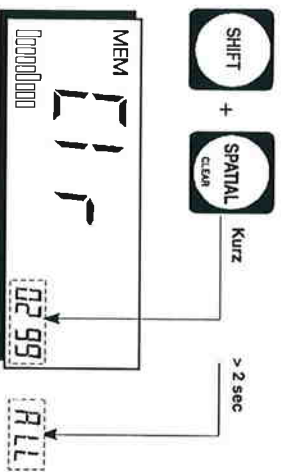

Bild 4-24
- Drücken Sie die Tasten **SHIFT** + **CLEAR** (SPATIAL) kurzzeitig. Der zuletzt gespeicherte Meßwert wird gelöscht. Die zugehörige Speicherplatznummer erscheint in der kleinen Anzeige (Bild 4-24).
- Drücken Sie die Tasten **SHIFT** + **CLEAR** (SPATIAL) für ca. 2 Sekunden. Der komplette Speicherinhalt wird gelöscht. In der kleinen Anzeige erscheint "ALL" als Hinweis, daß alle Speicherplätze gelöscht sind (Bild 4-24).